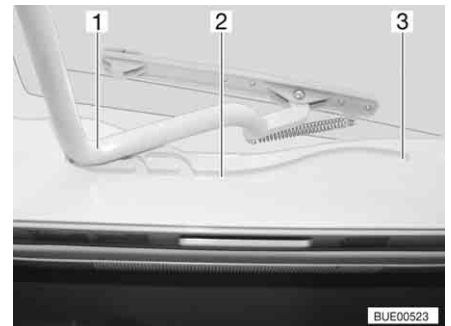

Bild 66 Heki-taklucka, spår
- Dra in bygeln (Bild 66,1) i spåren (Bild 66,2) till den bakersta positionen (Bild 66,3).
- Tryck bygeln (Bild 66,1) lätt uppåt med båda händerna.
- Drag bygel till önskad position i spåret (Bild 66,2).